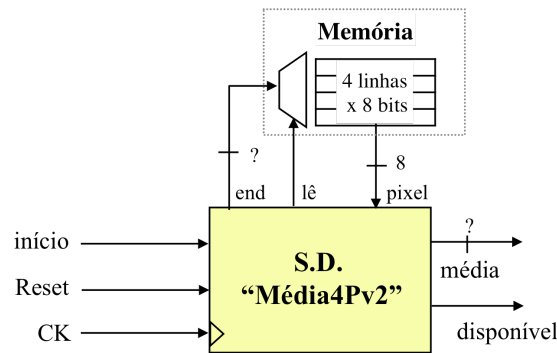

Fig. 4 - Interfaces do sistema digital “Média4Pv2”.
Este exercício refere-se a uma segunda versão de um sistema digital capaz de calcular a média aritmética entre 4 pixels, doravante denominado "Média4Pv2". As interfaces "Média4Pv2" são mostradas na Fig. 4. Os 4 pixels estão armazenados em uma memória externa que possui 4 linhas de 8 bits cada. "Média4Pv2" possui um estado inicial "S0", o qual corresponde ao estado de reset (assíncrono). Neste estado a saída "disponível" deve valer "1". Quando o sinal de entrada "início" vale "1", "Média4Pv2" inicia o cálculo da média, etapa na qual o sinal "disponível" deve valer "0". Para a realização do cálculo da média os pixels precisam ser lidos da memória (um a um) e somados. Ao final, o resultado da média é armazenado em um registrador de saída denominado "média". As seguintes restrições devem ser observadas:
- Cada pixel é representado como um número inteiro sem sinal, com 8 bits. Assim, cada linha da memória da Fig. 4 armazena somente um pixel.